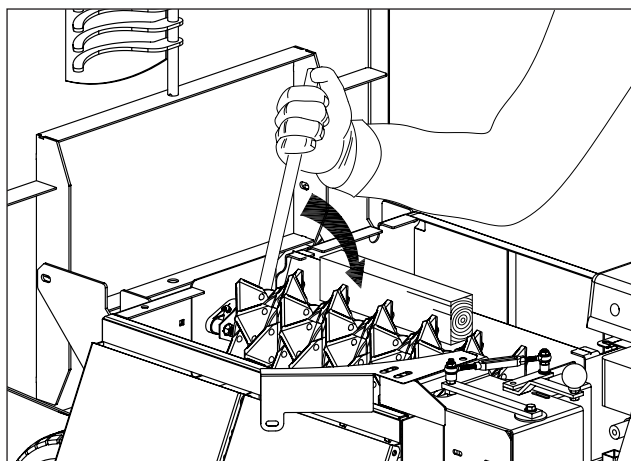

Fig. 28 Dégagement des couteaux
6. Placez un bloc de bois entre le châssis et les couteaux afin d'empêcher le rotor de tourner puis désérrez partiellement l'écrou de serrage du rotor en utilisant la clef livrée avec la machine (figure 28).